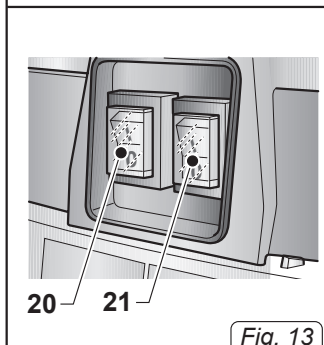

Fig. 13
- A seconda della potenza richiesta è possibile avviare un solo motore premendo l'interruttore (20 Fig. 13) su "1" oppure entrambi gli interruttori (20-21 Fig. 13) se è richiesta una maggiore forza aspirante.
- Premere gli interruttori (20-21 Fig. 13) su "0" per spegnere l'apparecchio.